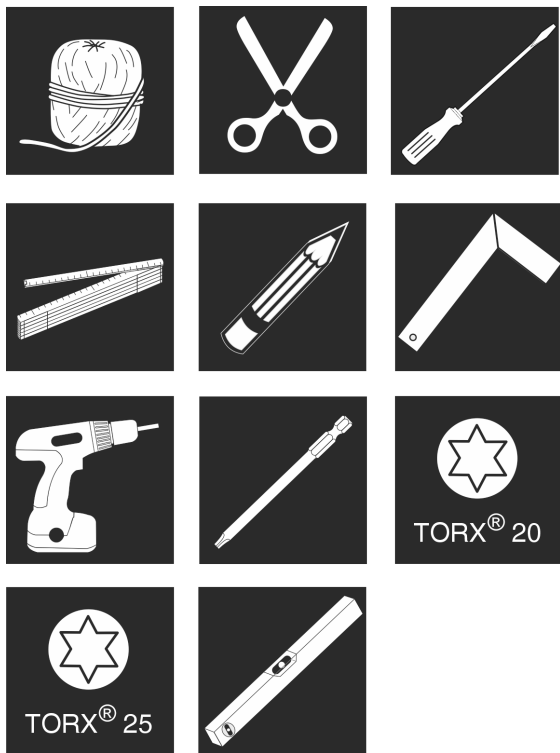

Fig. 9
1. Pripravite orodje. Fig. 9 ()